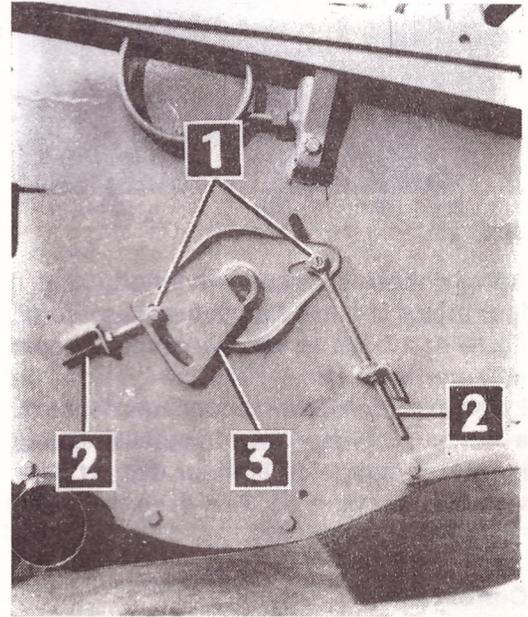
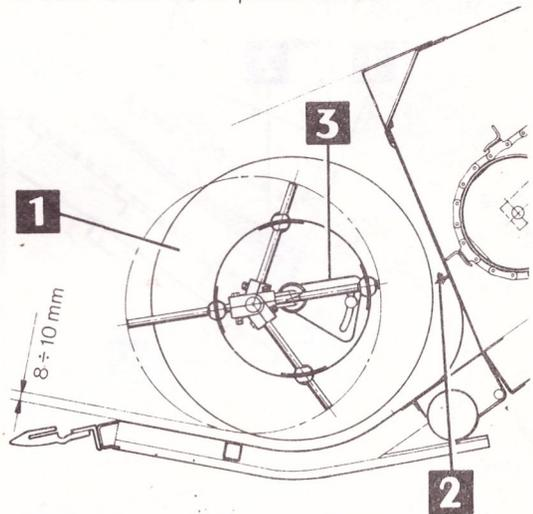

FIG. 15
FIG. 16
doigts rétractiles doivent passer à $8 \div 10$ mm du fond de la plate-forme. Pour ces réglages, agir de chaque côté sur les tendeurs (2, fig.15) après avoir desserré les écrous (1) de la poulie tendeur de chaîne commandant la vis d'alimentation. Ne pas oublier de vérifier le parallélisme entre la vis et la plate-forme ainsi que celui entre la vis et la barre de coupe.
Après tout réglage, il faut vérifier la position des doigts articulés par rapport au fond de la plate-forme, en faisant accomplir un tour complet à la vis d'alimentation (1, fig.16 et 17) ; la distance minimale doit être de $8 \div 10$ mm (voir fig.16). Pour la régler, déplacer le levier (3, fig.15 et 16) sur le côté droit de la plate-forme.
Après chaque déplacement longitudinal, il faut régler la lame d'arasement arrière (2, fig.16 et 17) de la vis qui devra toujours effleurer la spirale.